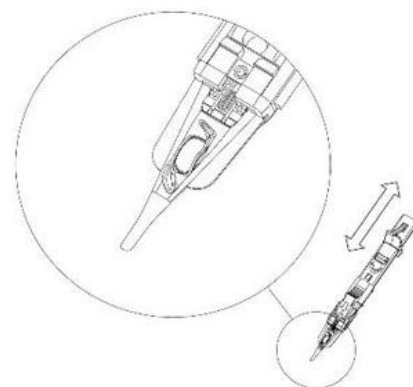

Fig 7
10. Quando a LIO atingir as “asas do cartucho”, como mostrado na Fig. 7, pare de empurrar e puxe o êmbolo de volta para o final. Empurre o êmbolo novamente para remover o ar na ponta do cartucho. Insira o injetor no olho e continue empurrando lentamente. Se você sentir muita resistência em qualquer fase da injeção, ou observar uma parte do háptico preso entre a ponta macia vermelha e a parede do cartucho, puxe o êmbolo alguns milímetros para trás e empurre-o novamente para a frente.